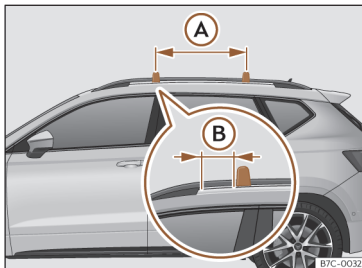

Fig. 170 Pontos de fixação das barras longitudinais para a bagageira do tejadilho.
As barras transversais montam-se nas barras laterais do tejadilho. A distância entre barras transversais >>> **Fig. 170** (A) deverá ser entre 70 e 90 cm e a distância das barras transversais com os suportes das barras laterais do teto (B) deverá ser de 15 cm.